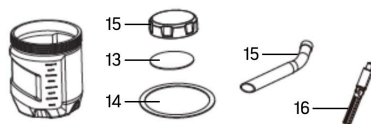

fig. 17
12. Retirez du pulvérisateur les deux joints toriques (n° 14), le tube plongeur (n° 15), le clapet de non-retour (n° 16), le couvercle de remplissage rapide (n° 12) et la doublure d'étanchéité (n° 13) (fig. 17).